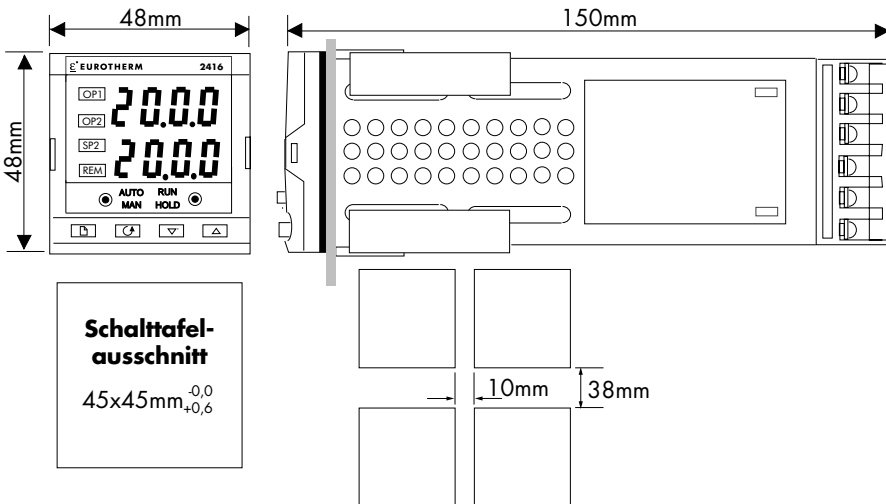

Abbildung 1-2 Abmessungen
Die Elektronik des Reglers steckt in einem Kunststoffgehäuse, das in einen Standard DIN-Ausschnitt paßt (siehe Abbildung 1-2).
1. Bereiten Sie den Ausschnitt nach den in Abbildung 1-2 angegebenen Maßen vor.